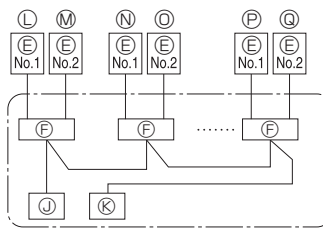

Fig. 6-2
### 6.1. Utomhusenhet (Fig. 6-1, Fig. 6-2)
- (1) Ta bort servicepanelen.
- (2) Hänvisa till fig. 6-1 och fig. 6-2 när kablarna dras.